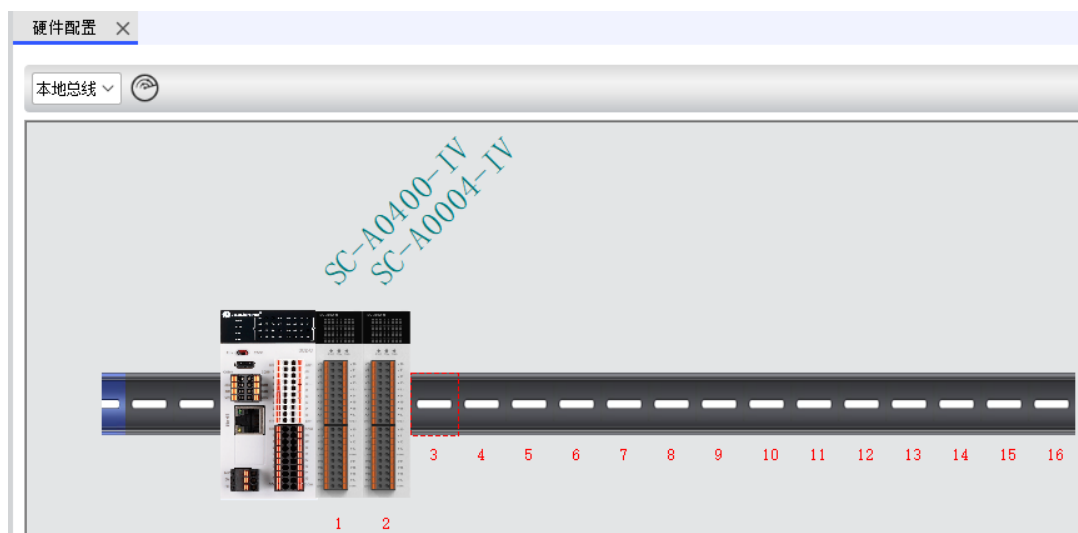

图 6.10 PLC 本体添加的 AD 和 DA 模块
1) 添加所需要的模块，可参考 6.2 节，添加完成后如图 6.10 所示；